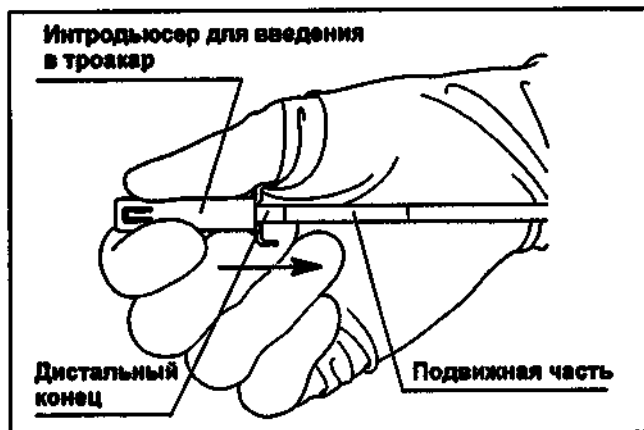

Рисунок 3.4
- Наденьте интродьюсер для введения в троакар на дистальный конец трубки эндоскопа, как показано на рис. 3.4. Без правильного надевания интродьюсера для введения в троакар подвижная часть эндоскопа может быть повреждена.
1. Наденьте интродьюсер для введения в троакар на дистальный конец трубки эндоскопа (на рис. 3.4).